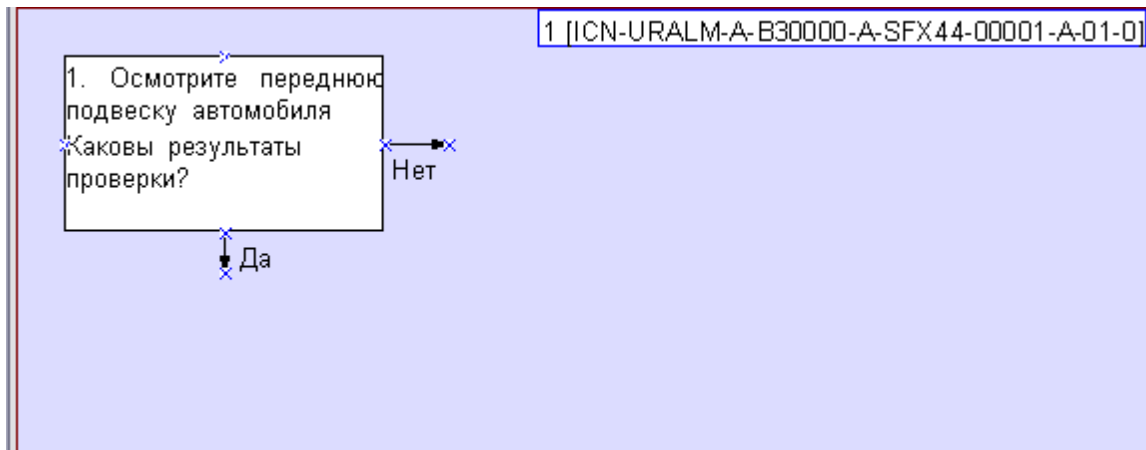

Рисунок 870
4) Нажмите на кнопку **Применить**. Объект содержит текст шага и текст вопроса. Количество связей объекта равно количеству ответов для соответствующего шага (рисунок 870).